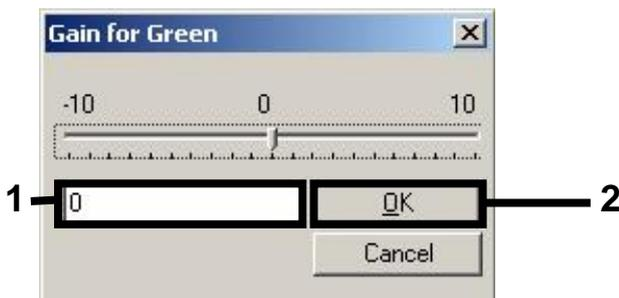

Figura 6. Introducción manual de los valores de ganancia más bajos.
7. Seleccione el valor de ganancia más bajo para Cycling Green anotado en el paso 4 y, a continuación, introduzca manualmente este valor en la ventana **Gain for Green** (ganancia para el canal verde) (figura 6). Seleccione el valor de ganancia más bajo para Cycling Yellow anotado en el paso 4 y, a continuación, introduzca manualmente este valor en la ventana **Gain for Yellow** (ganancia para el canal amarillo) (figura 6).